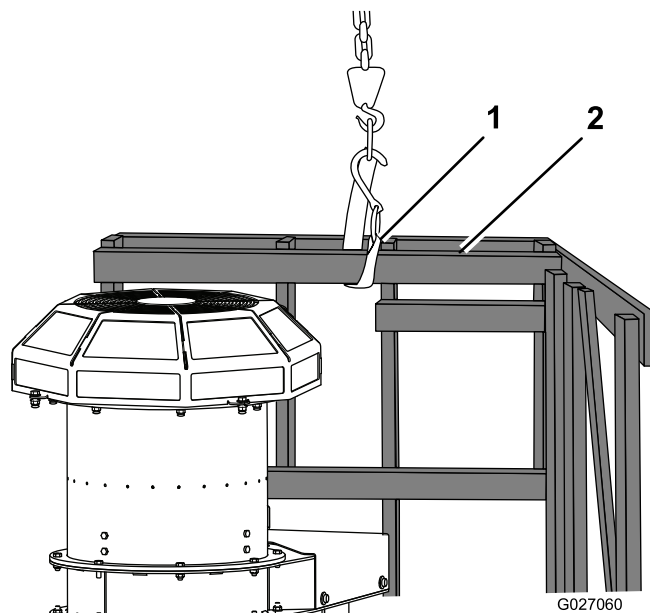

Figure 5
6. Attachez une sangle à la partie supérieure et soulevez la palette jusqu'à ce que la caisse et le souffleur soient redressés à la verticale (Figure 5).